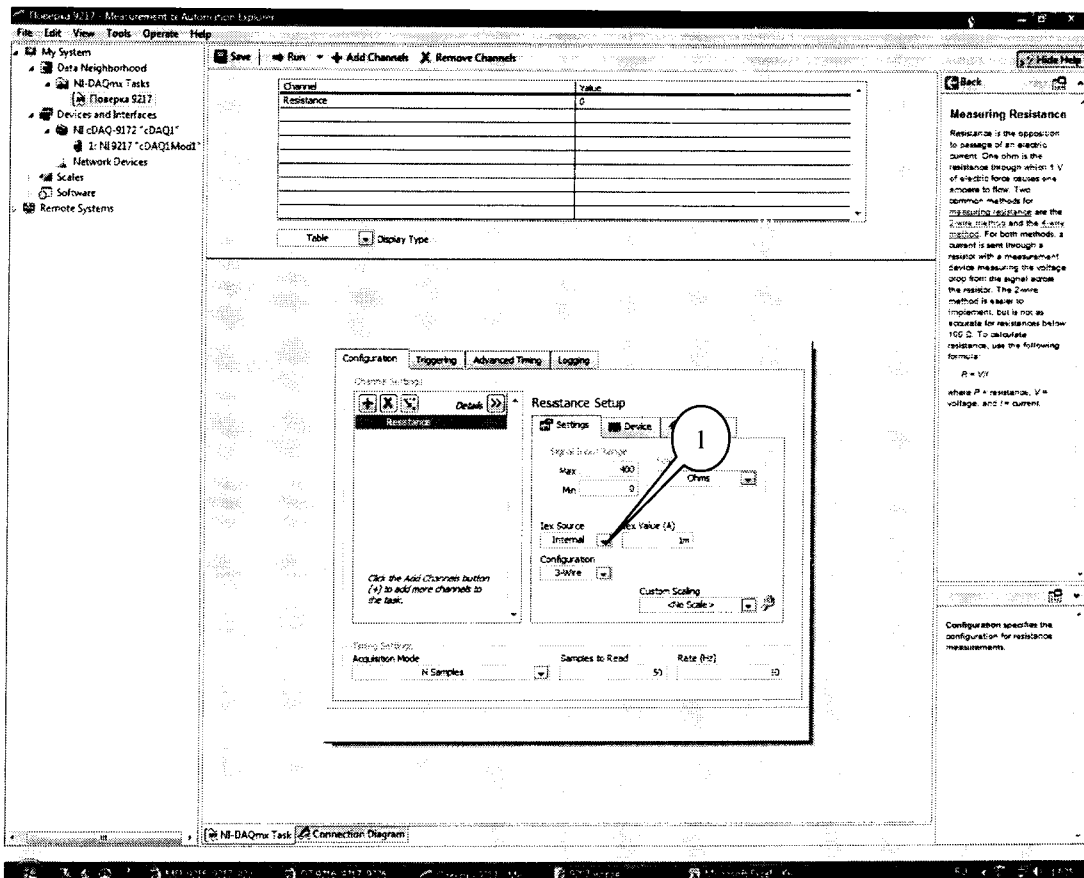

Рисунок 17.
7.4.9 Во вкладке «Settings» (Рисунок 17) выбрать 3-х проводную схему подключения (1) и провести операции по п.п. 7.4.4 – 7.4.8, при этом результаты измерений для модуля NI 9216 занести в таблицу 6.